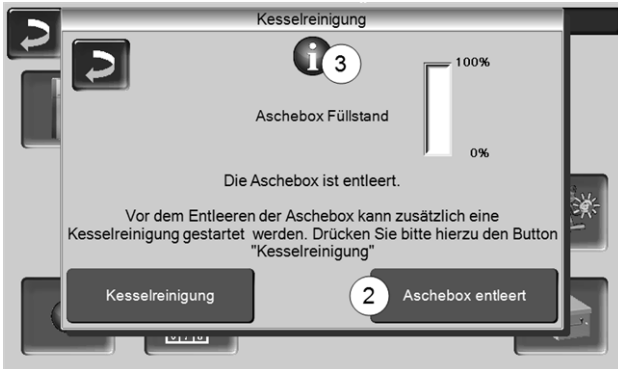

Abb. 2-53
- Drücken Sie den Button *Kesselreinigung* > Abb. 2-53